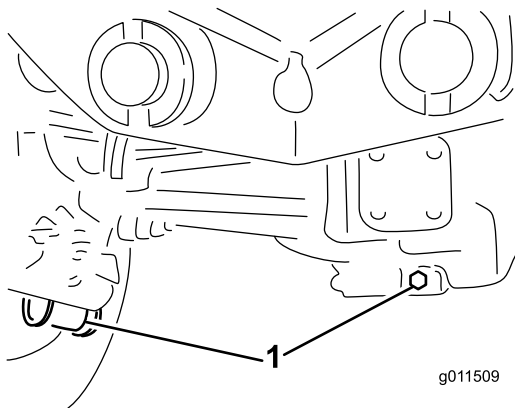

Figura 109
2. Pulite attorno ai tre tappi di spurgo, uno per lato ed uno in centro (Figura 109).